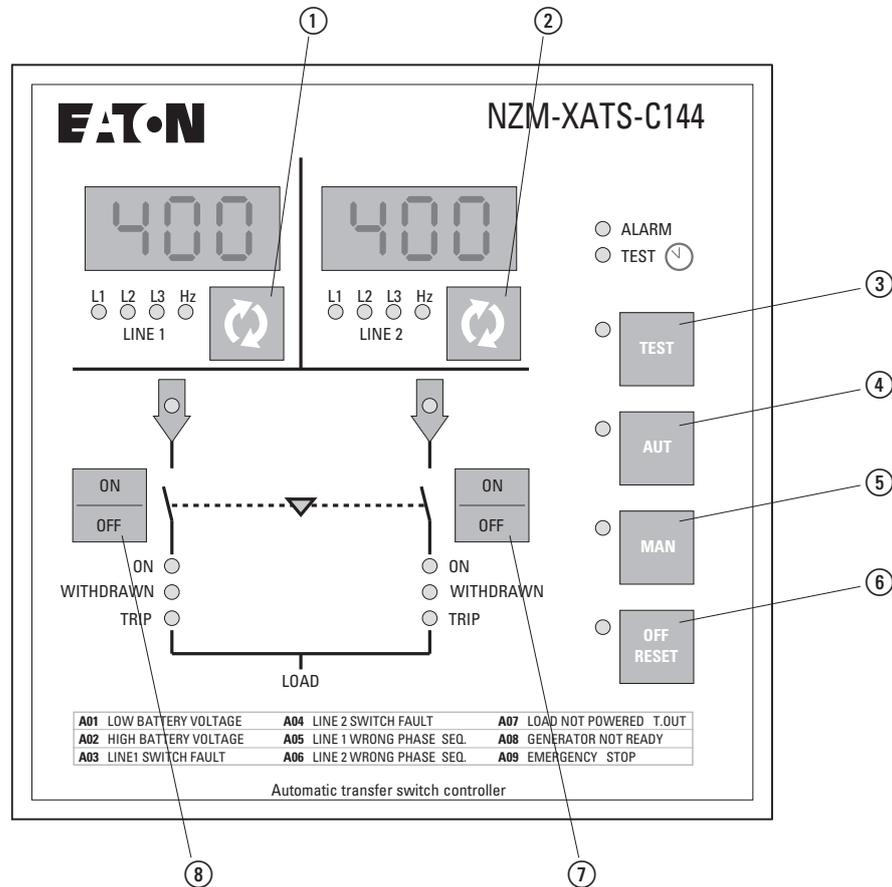

Abbildung 3: Bedienfeld, Tasten
- ▶ Drücken Sie wiederholt die Taste rechts unter jedem Display (① und ②, → Abbildung 3), um die verschiedenen Messungen des jeweiligen Netzes nacheinander anzuzeigen.
Im MAN-Modus können die Schaltgeräte manuell gesteuert werden, indem die jeweilige Taste (Tasten ⑦ und ⑧, → Abbildung 3, Seite 8) mindestens 300 ms lang gedrückt wird.